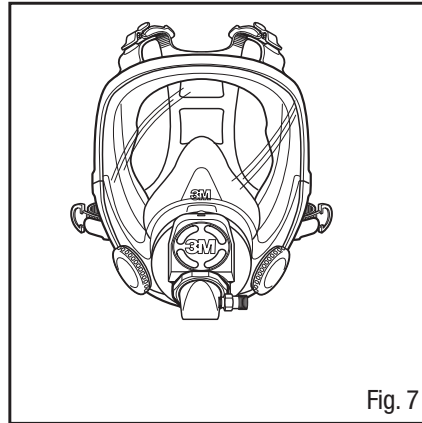

Fig. 7
1. Retirer l'obturateur pour masques complets 7890 3M^{MC} et le visser dans l'adaptateur W-3187 3M^{MC} dans l'orifice central (Fig. 7).